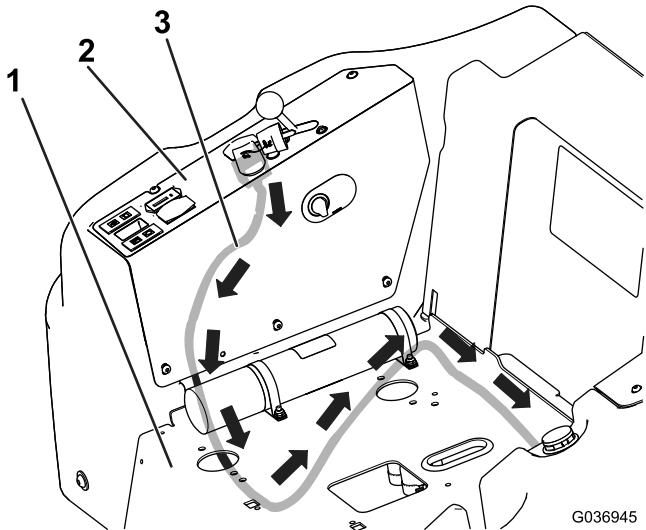

Figura 4
- Encaminhe a cablagem por baixo do painel de controlo e placa do banco como se mostra na Figura 4.